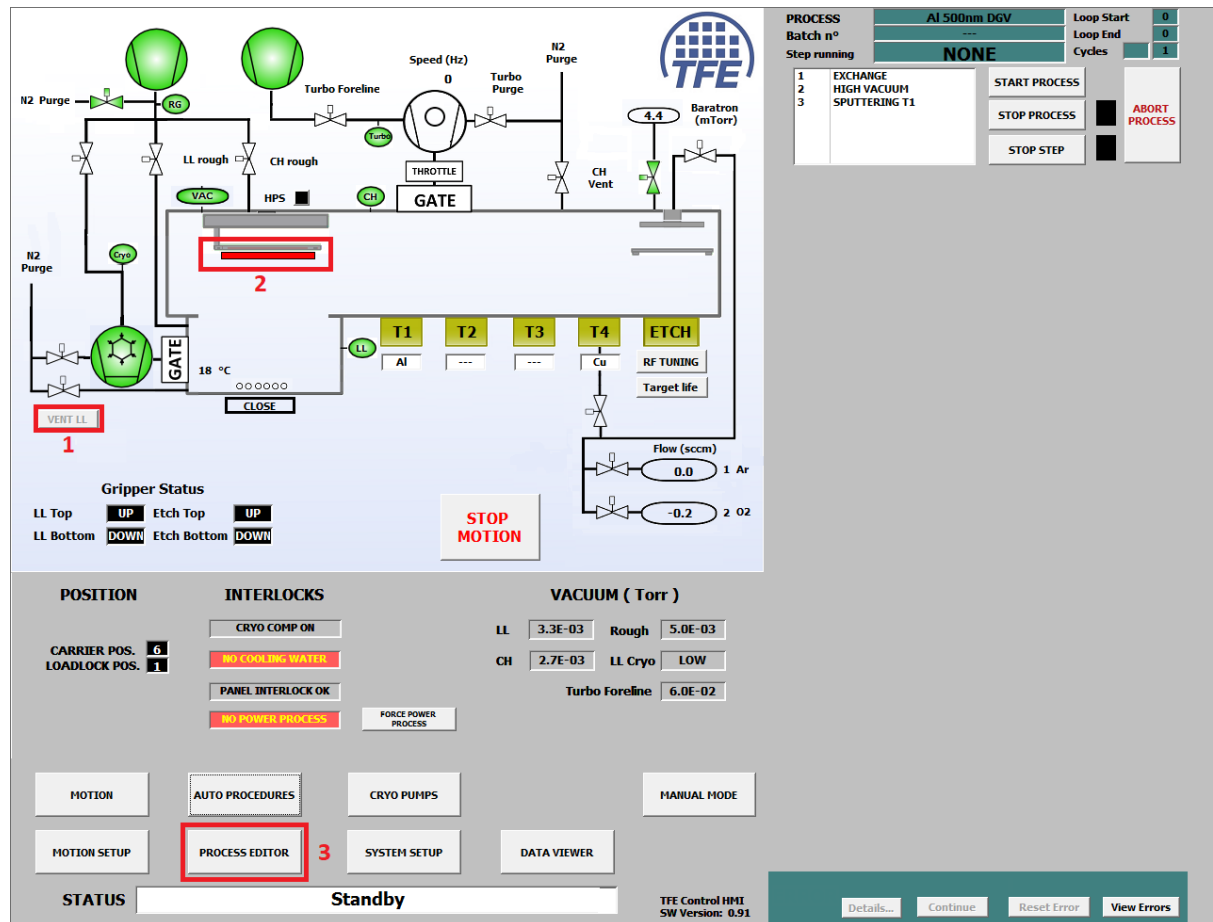
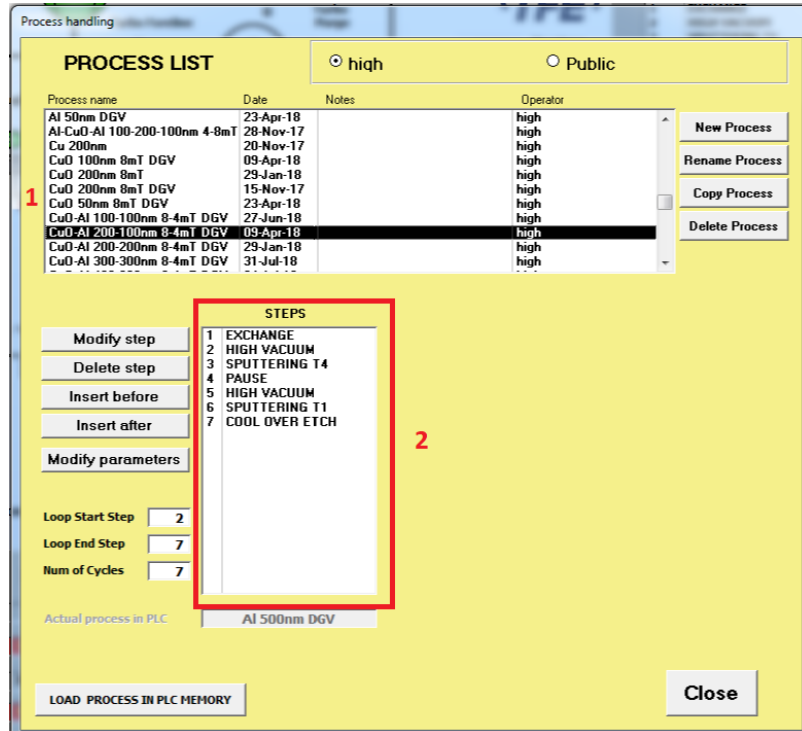

Figure 3 : Synoptique
Figure 4 : Process List
- Sur le synoptique (figure 3), cliquer sur VENT LL (1) pour ventiler le SAS afin de permettre l'ouverture de la porte pour récupérer la palette.
- Positionner le ou les substrats sur la palette puis les fixer. Positionner la palette dans les encoches du rail dans le SAS d'introduction. Vérifier le bon positionnement de celle-ci à l'aide des doigts mais aussi sur le logiciel (la représentation de la palette (2) sur le synoptique passe au vert lorsque celle-ci est bien positionnée).
- Pour charger la recette, cliquer sur PROCESS EDITOR (3), la fenêtre PROCESS LIST s'ouvre (figure 4). Sélectionner la recette désirée dans la liste des process (1). Toutes les étapes de la recette s'affichent dans le cadre STEPS (2).